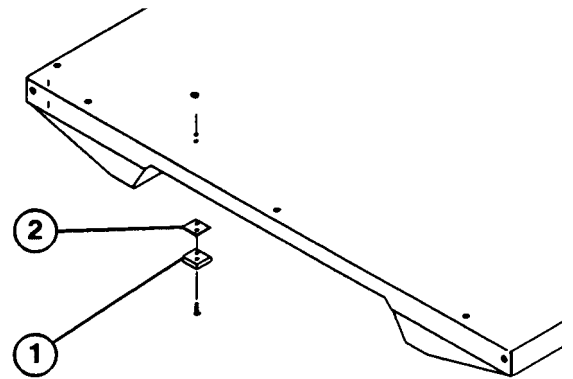

Fig. 6
5. Afmontér maskinskrue og låsemøtrikkerne, der fastholder de to (2 stk.) afstandsblokke og mellemlæg foran på undersiden af ladet (Fig. 6).